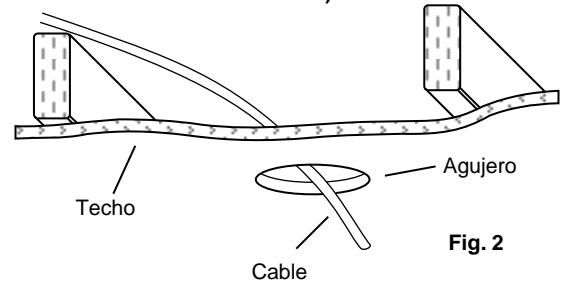

Fig. 2
3. Corre el cable no metálico (NM) (también conocido como Romex) o un cable blindado (también conocido como BX) desde el interruptor o fusible del panel hasta el agujero, proporcionando 6 "(15,2 cm) a 8" (20,3 cm) de holgura debajo del agujero. Puede utilizarse un cable tener hasta 12 cables AWG. (Fig. 2) (**ADVERTENCIA: Utilice cables con alambres nominal 90° C o más.**)